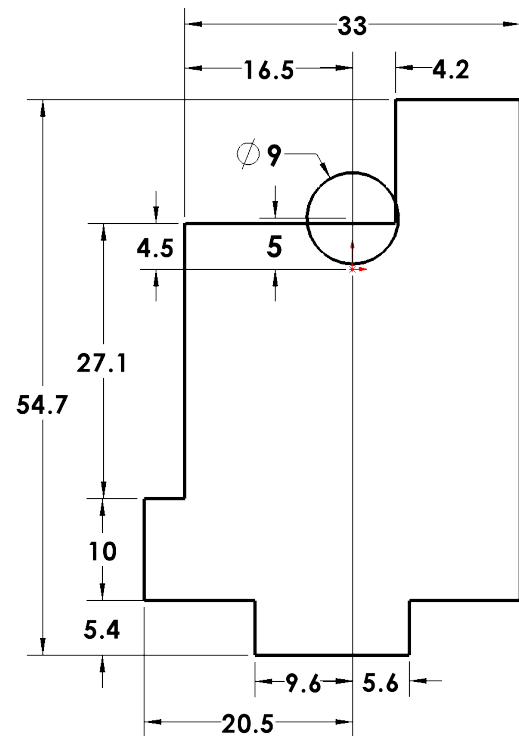

Fig. 7
Step 14. Add dimensions, **Fig. 7**.